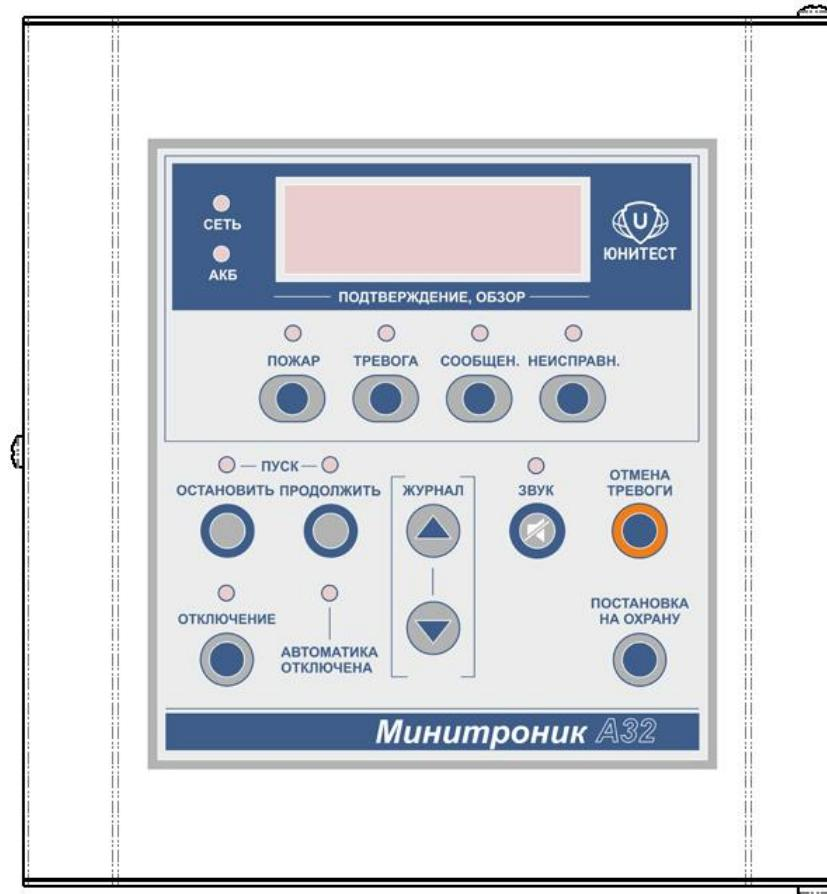

Рис.1. Внешний вид АПКП «Минитроник А32».
1.8. Внешний вид АПКП показан на рис.1.